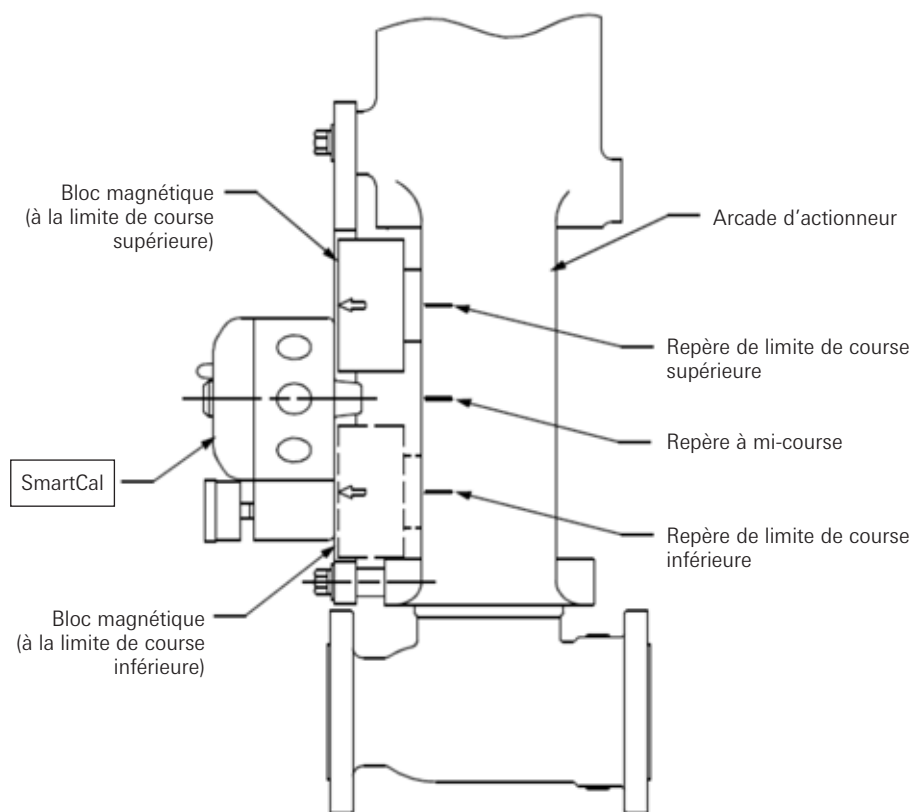

Figure 2-4 B
4. Enfin, monter le positionneur sur le support de sorte que le capteur de position (nez) du SmartCal soit aligné avec le repère à mi-course. (Voir la Figure 2-4 B).